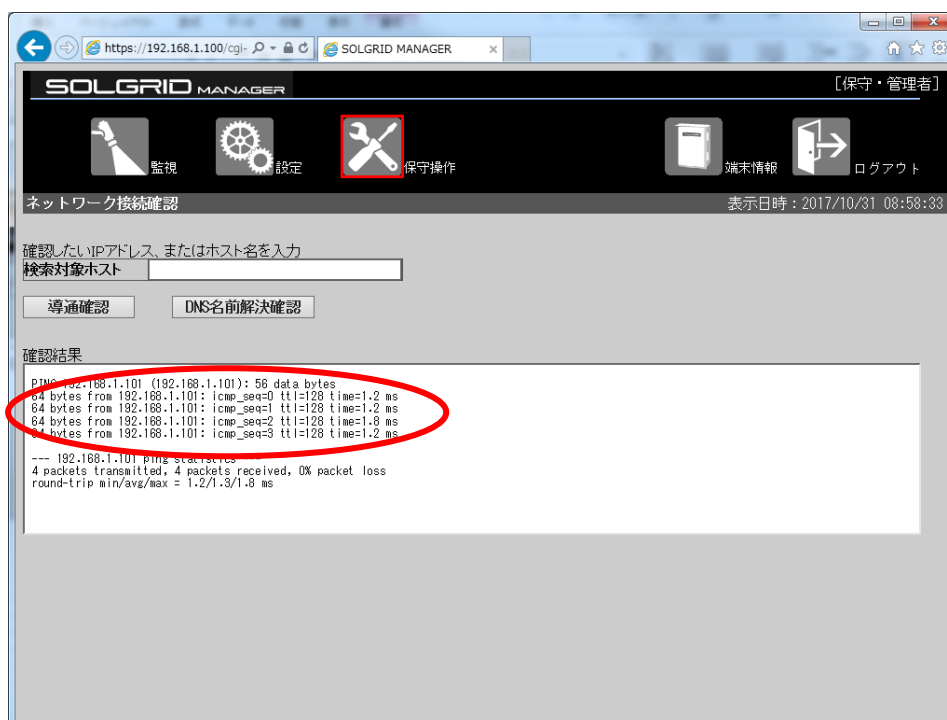

図 3.6-46 導通結果・正常時
④「確認結果」にコマンドの実行結果が表示されます。結果の確認方法の詳細は図 3.6-46 を参照してください。
正常に通信できている場合は、図 3.6-46 に示すように 4 行の応答結果が表示されます。